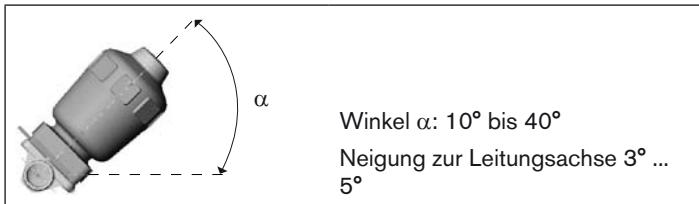

Bild 4: Einbaulage zur Selbstentleerung des Gehäuses
- Gehäuse um den Winkel $\alpha = 10^\circ$ bis 40° geneigt zur Horizontalen einbauen (siehe Bild 4:).